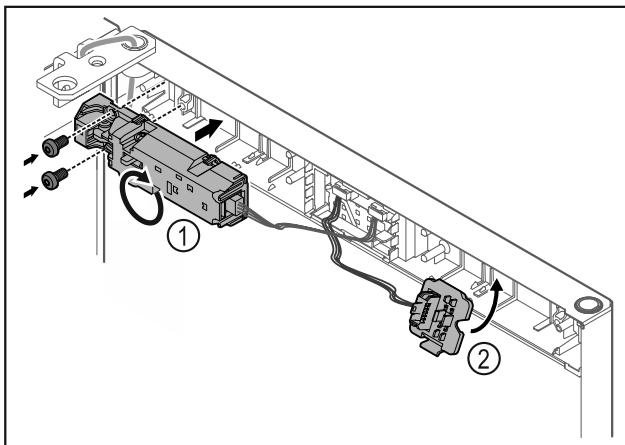

Fig. 21
- Ruotare la serratura a distanza Fig. 21 (1) di 180° e fissarla sul lato opposto.
- Innestare il supporto connettori Fig. 21 (2) sul lato opposto.